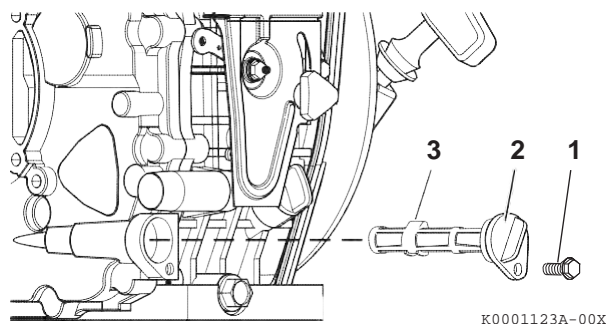

Figura 4
1. Rimuovere il bullone di ritegno del filtro olio. **(Figura 4, (1))**.
2. Tirare fuori il coperchio del filtro olio **(Figura 4, (2))** e rimuovere il filtro olio **(Figura 4, (3))**.
4. Installare il filtro dell'olio **(Figura 4, (3))**.
6. Installare e serrare il bullone di ritegno del filtro olio. **(Figura 4, (1))**.